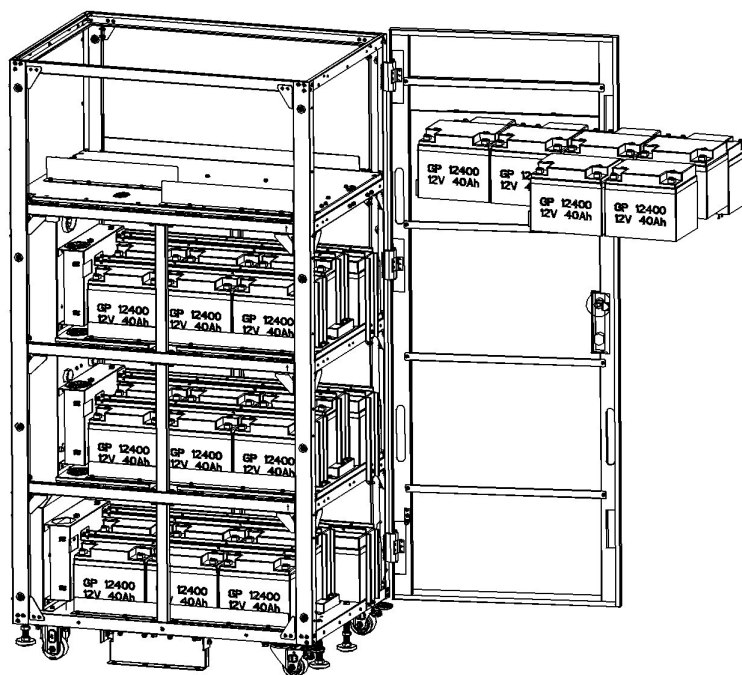

Figura 5-49
9. Vuelva a instalar 3 soportes de sujeción de la batería con tornillos en la capa 3 (Figura 5-49).
10. Instale 10 módulos de baterías en la capa 4 (Figura 5-49).